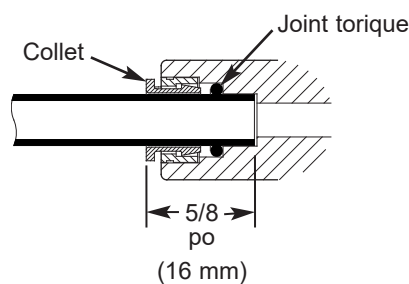

FIG. 13
- Connectez le tuyau à saumure en insérant l'extrémité dans le raccord à pousser pour connecter sur l'ensemble embout et venturi de la vanne (cf. Fig. 13). Poussez-le jusqu'à ce qu'au moins 16 mm (5/8 po) de tuyau soit inséré (cf. Fig. 15).